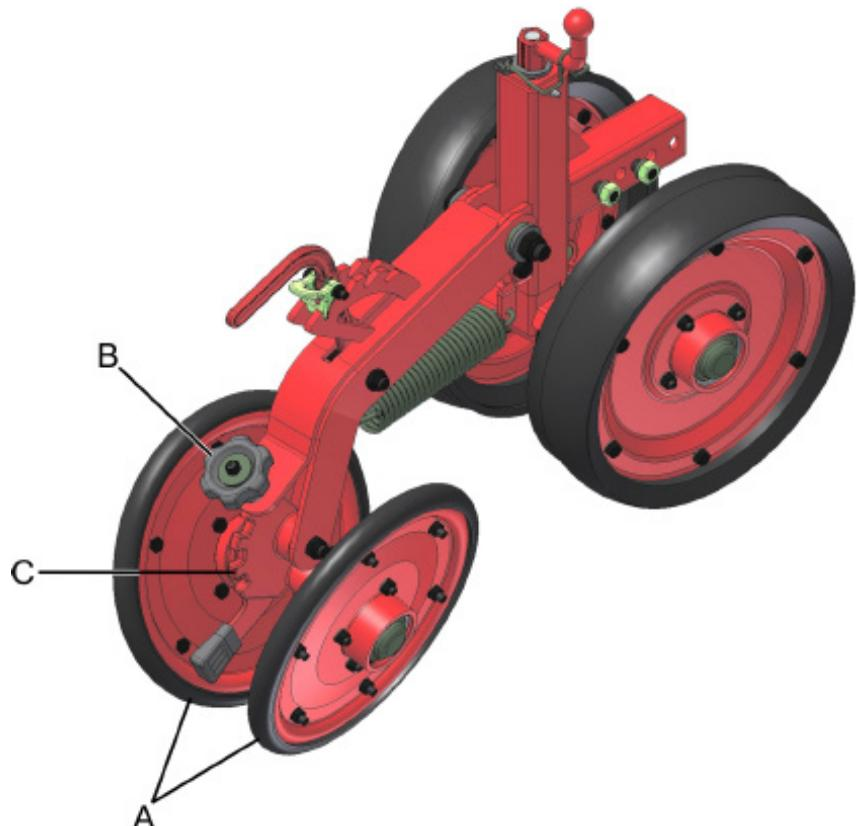

fig. 36
Os compactadores em "V" (A) (fig. 36), realizam a pressão do solo lateralmente na semente e trabalham com várias regulagens de pressão, conforme condições do solo, palhada, umidade, etc.